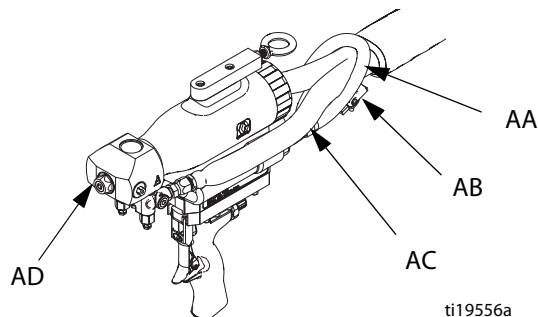

Рис. 6
4. Подключите шланг с оплеткой для подачи воздуха в пистолет (AA) и воздушный клапан (AB) к главному воздушному шлангу. См. Рис. 6. Убедитесь в том, что воздушный клапан закрыт.
5. Подключите жидкостный коллектор (AD) к пистолету вручную, затем используйте гаечный ключ 5/16, чтобы закрутить болт с усилием 2,26–3,39 Н·м (20–30 дюймофунтов) См. Рис. 6.
6. Подсоедините шланг с оплеткой для подачи воздуха (AA) к быстросменной пневматической муфте (AC). Включите подачу воздуха. Откройте воздушный клапан (AB). См. Рис. 6.